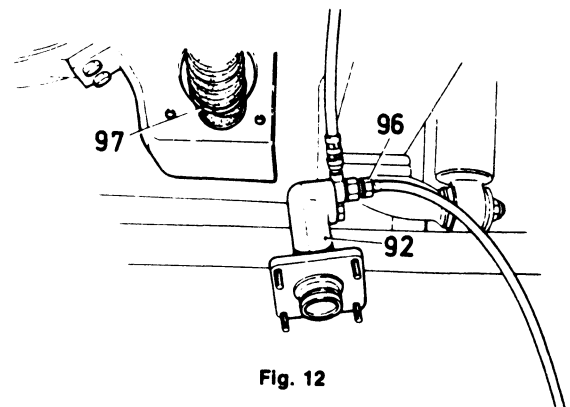

Fig. 12
7. Indien het systeem goed is ontluicht moet de hefboom (73) uiterlijk beginnen te bewegen, wanneer het koppelingspedaal 20—30 mm is ingetrapt. Volledig intrappen van het koppelingspedaal moet een slag van de zuiger (94) van de hulpcilinder van minimaal 15 mm veroorzaken. Verwijder, indien dit niet het geval is, de hulpcilinder (92) van de steun. Hiertoe heeft men slechts de vier moeren (90) en de klemveer (97) te verwijderen (fig. 12). Open nu de kraan van het ontluichtingsapparaat weer, draai de ontluichtingsnippel (96) open en houd de hulpcilinder verticaal, met de ontluichtingsnippel als hoogste punt en beweeg hem vanuit deze stand langzaam in alle mogelijke standen. De laatste lucht zal hierdoor uit de hulpcilinder ontwijken.